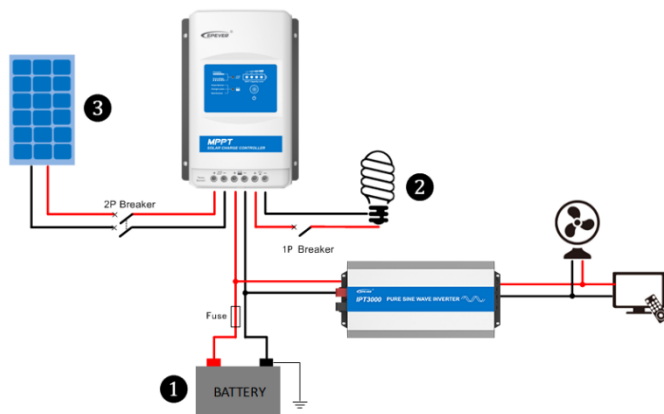

Figura 2-2 Schema diagramei de cablare
**Pasul 2:** Conectați sistemul în ordinea ① baterie - ② sarcină - ③ matrice fotovoltaică din figura 2-2, "Schematic Wiring Diagram" și deconectați sistemul în ordine inversă ③-②-①.